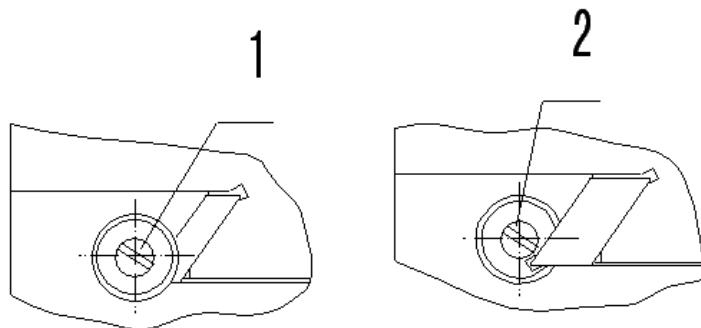

Рис.6
- 9.1 Регулировка направляющих болтов между столом и кареткой. (Рис. 6)
- 9.2 Регулировка направляющих болтов, направляющих между кареткой и консолью. (Рис. 6)